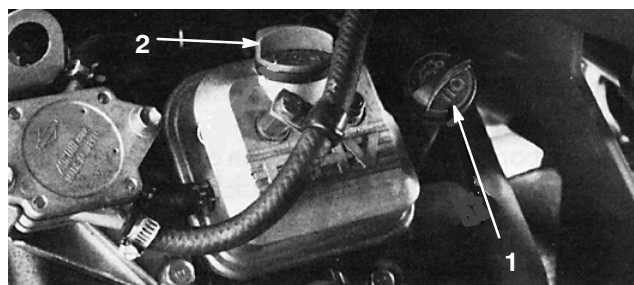

Figure 14
2. Dévissez la jauge et essuyez-la avec un chiffon propre. Revissez la jauge dans le tube en vérifiant qu'elle est enfoncée au maximum (Fig. 14). Dévissez la jauge et sortez-la du tube pour vérifier le niveau d'huile. Si le niveau est trop bas, retirez le bouchon de remplissage du couvre-culasse et ajoutez la quantité d'huile nécessaire pour amener le niveau au repère maximum de la jauge.